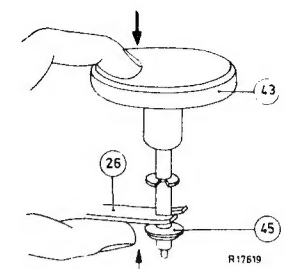

Fig. 17
1. Apparat in Stellung "AUS" stellen. (Siehe Abb. 17).